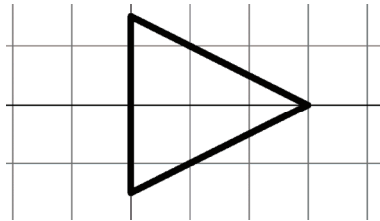

图 3-75 绘制的三角形
4) 选择“Place”→“Line”命令或单击一般绘图工具栏上的按钮来绘制三角形，将编辑状态切换到画直线模式。此时鼠标指针旁边会多出一个大“十”字符号，将大十字指针中心移动到坐标轴点(0, -15)单击，把它定为直线的下端；移动鼠标指针到直线的上端坐标点(0, 15)再单击，此时绘制了一条垂直的直线。接着把鼠标移动到坐标(30, 0)处并单击，就绘制了第二条直线；继续移动鼠标到坐标点(0, -15)处并单击，此时就完成了三角形的绘制。然后右击，结束三角形的绘制，绘制的三角形如图 3-75 所示。